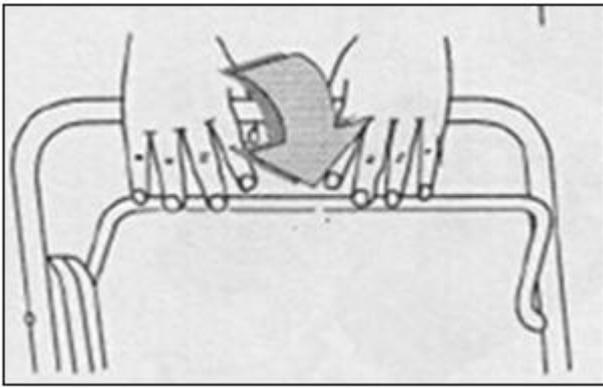

Fig. 4
1. Libération du frein à levier de commande (situé sur le matériel) pour arrêter le moteur. (Voir fig. 4)